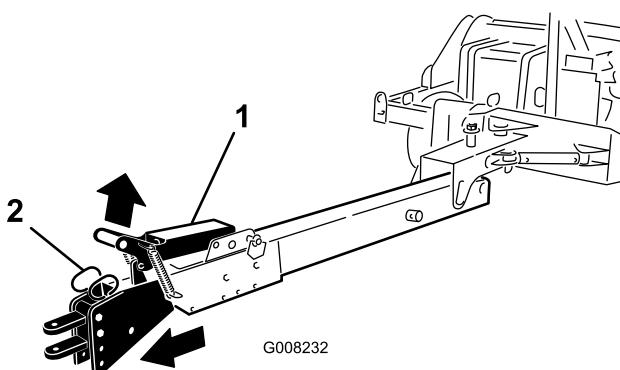

**Figura 21**
- Controllate che il perno della maniglia di chiusura si trovi in posizione sbloccata (posteriore) (Figura 21).
**Nota:** Bloccate il gancio in posizione prolungata spostando il perno della maniglia di chiusura in avanti (bloccato) (Figura 21).